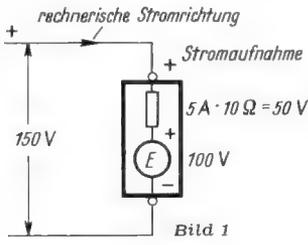

Bild 1
**Beispiel:** Durch eine Stromquelle mit einer EMK von 100 V und einem Innenwiderstand von 10 Ω soll — der EMK entgegen — ein Strom von 5 A hindurchgetrieben werden. Die dazu nötige Spannung setzt sich aus den 100 V zum Überwinden der EMK und aus weiteren 5 A · 10 Ω = 50 V zum Durchtreiben des Stromes durch den Innenwiderstand zusammen. Die außen angelegte Spannung muß demgemäß 150 V betragen. In **Bild 1** ist dies veranschaulicht.